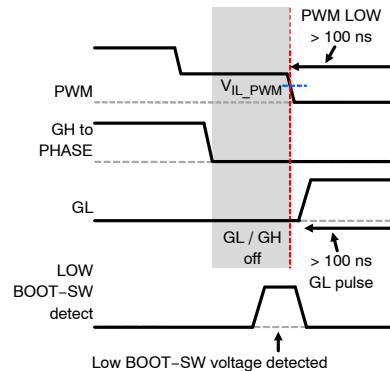
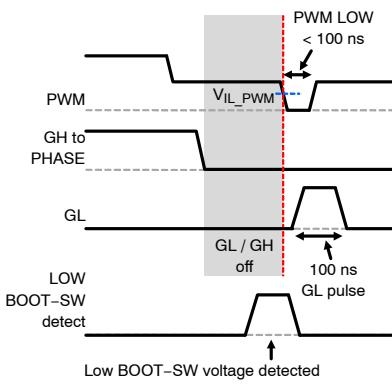

图 33. 检测到较低的BOOT-SW电压并且 PWM 从三态变为低电平的时间超过100 ns
图 34. 检测到较低的BOOT-SW电压并且 PWM 从三态变为低电平的时间少于100 ns
- 如果该器件以较低的BOOT-SW电压退出三态状况并且控制器发出PWM = LOW指令的时间为100 ns或更长，SPS执行PWM输入的指令。如果PWM = LOW的时间少于100 ns，GL保持导通100 ns，然后执行PWM输入的指令(参见图33和图34)。